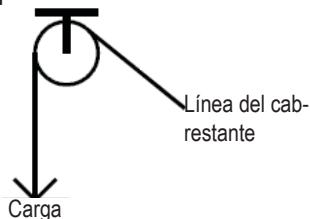

Figura 1a, Sistema enhebrado sencillo de 1 pieza
- 1 trabajador de un peso máximo de 310 lbs (140 kg) (incluyendo toda la vestimenta, herramientas y equipamiento) en un sistema enhebrado sencillo de 1 pieza (véase la Figura 1a), o